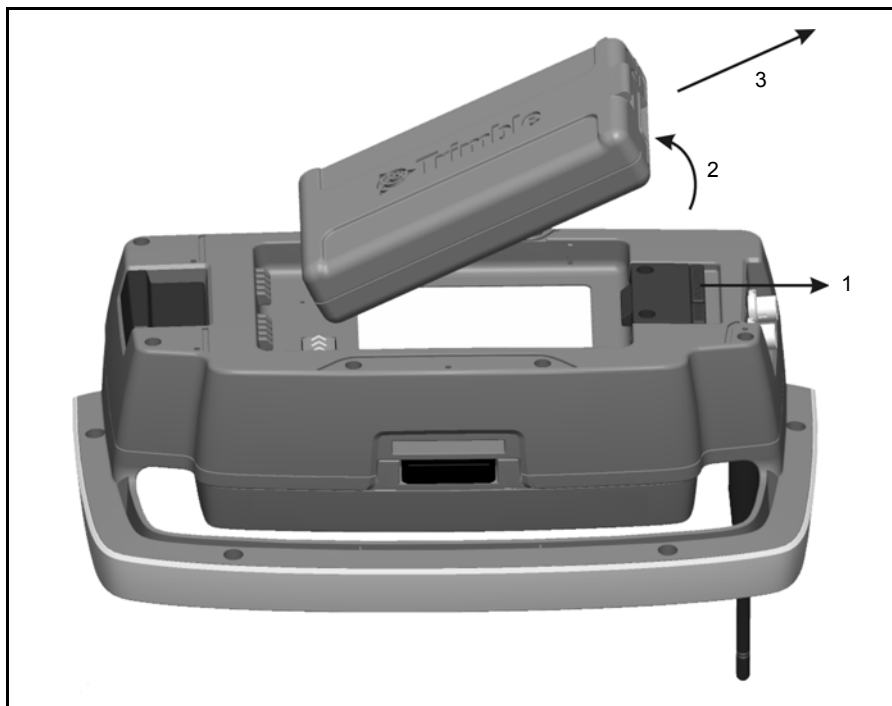

Рис. 7.71. Извлечение батареи из держателя Trimble Robotic
1. Потяните механизм фиксатора батареи на себя (1).
2. Поднимите эту сторону батареи (2).
3. Извлеките батарею из держателя (3). См. рис. 7.71.